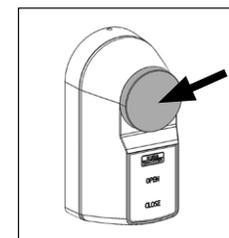

Fig. 5
11. Feche a porta e trave-a **completamente**. Para isso, gire o botão na fechadura motorizada até que não possa girar mais (fig. 5).